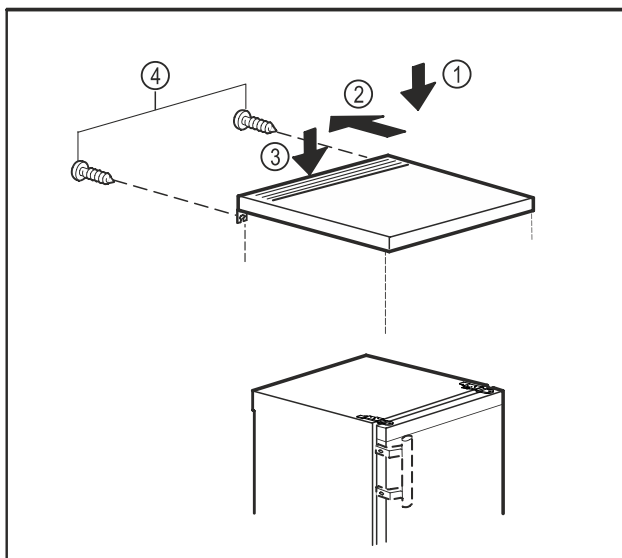

Fig. 10
- ▶ Așezați placa mesei pe aparat. Fig. 10 (1)
- ▶ Împingeți placa mesei în spate. Fig. 10 (2)
- ▶ Împingeți placa mesei în spate în jos. Fig. 10 (3)
- ▶ Înșurubați ferm șuruburile pe partea posterioară. Fig. 10 (4)